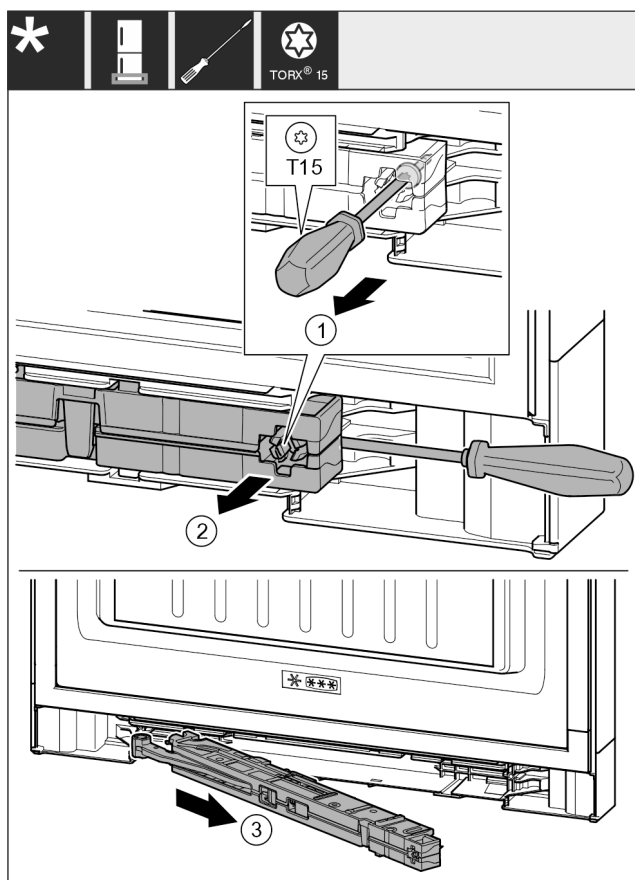

Fig. 17
- ▶ Vijak Fig. 17 (1) na jedinici prigušivača zatvaranja otpustite odvijačem 14 mm.
- ▶ Jedinicu prigušivača zatvaranja Fig. 17 (2) podignite odvijačem prema gore na strani ručke.
- ▶ Izvucite jedinicu prigušivača zatvaranja Fig. 17 (3).